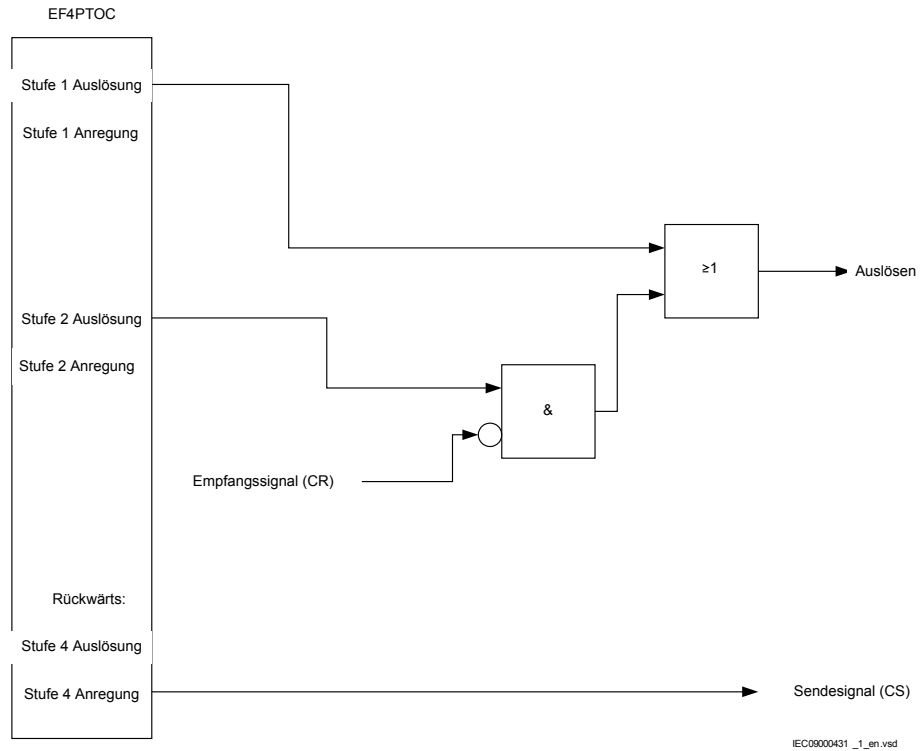

Abb. 37: *Logik des vierstufigen Signalvergleichsschutzes mit dem Blockierverfahren für den Erdfehlerschutz*
Es wird ein Signal für den Signalvergleichsschutz gesendet (CS), wenn ein Fehler durch Stufe 4 (Rückwärtsrichtung) ermittelt wird. Wird ein Signal empfangen (CR), wird die schnelle Überreichstufe 2 blockiert. Die Logik wird dargestellt in Abbildung 37.